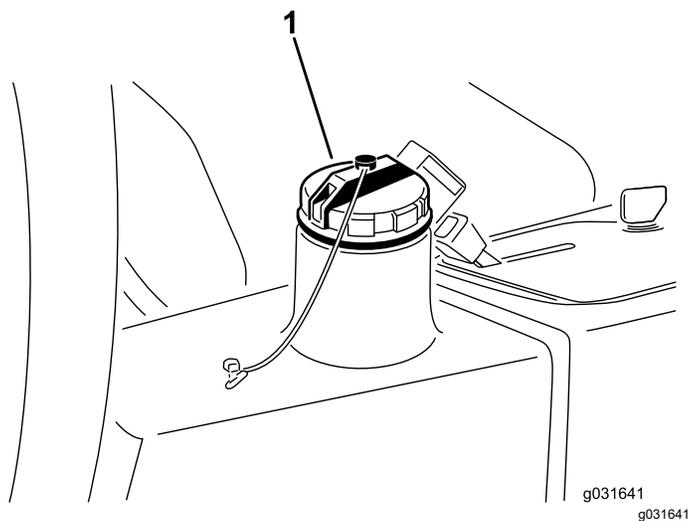

Figura 64
4. Llene el depósito (Figura 64) con aproximadamente 13,2 litros de aceite hidráulico; consulte Comprobación del sistema hidráulico (página 57).